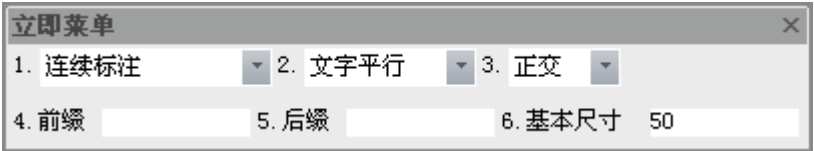

图 3-21 连续标注立即菜单 1
- 1) 如拾取一个已标注的【线性尺寸】，则该线性尺寸就作为【连续尺寸】中的第一个尺寸，并按拾取点的位置确定尺寸基准界线，沿另一方向可标注后续连续尺寸，此时相应的立即菜单如图 3-21 所示。